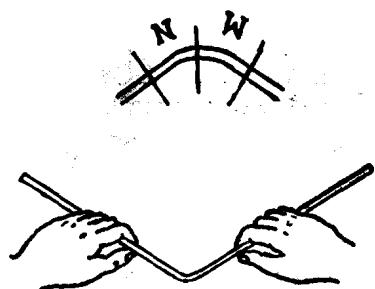

图12 不吹气法
(1) 不吹气的方法：用火焰加热需要弯曲部份，当玻璃管刚要弯曲时拿出火焰弯曲一个较小角度（图12），然后加热M位置（或N位置）再弯曲一较小角度，再加热N位置（或M位置）再弯曲。这样交叉加热弯曲左右两部份，一直弯曲到所需要的角度。要注意加热时不要过火（即过软），一次弯曲的角度不要大，次数越多越好。